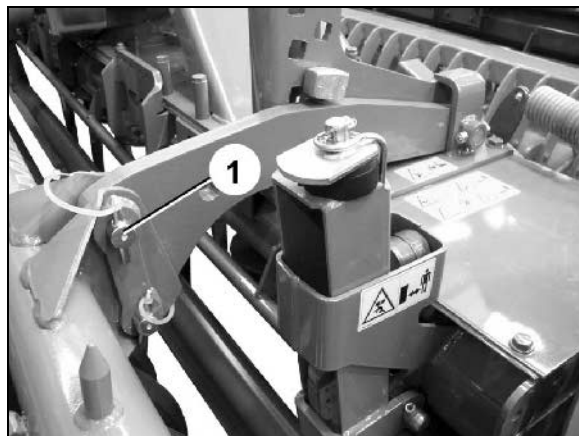

図 32
- コンビネーションに搭載型シードドリルを装着し、搭載型シードドリルをカルチベータとローラーに固定したら、直ちに上側ピン（図 32/1）を取り除きます。